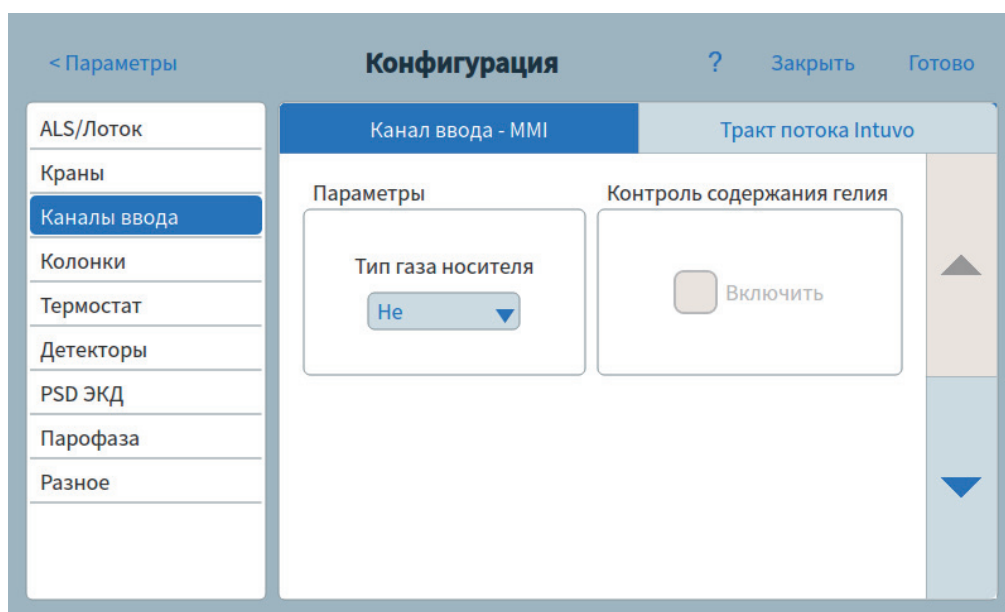

Рис. 56 Страница каналов ввода
- 3 В списке с левой стороны выберите тип устройств **Каналы ввода**. Справа появятся соответствующие параметры. См. Рис. 56.